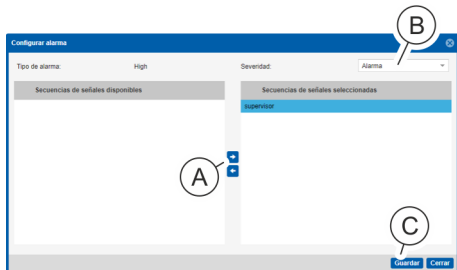

Fig. 132: Ventana "Configurar alarma"
8. ▶ En la ventana "Configurar alarma", seleccione una secuencia de señales y desplácela hasta el campo "Secuencias de señales seleccionadas" con el botón "→" (Fig. 132/Ⓐ).
9. ▶ En el cuadro de selección "Severidad" (Fig. 132/Ⓑ), seleccione para la entrada un estado de alarma "OK", "Advertencia" o "Alarma".
10. ▶ Confirme la selección con el botón "Guardar" (Fig. 132/Ⓒ).